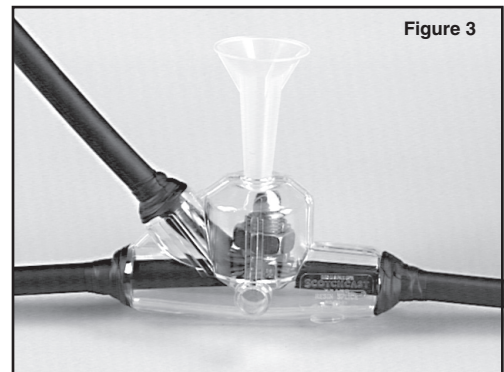

Figure 3
**Remarque :** La position recommandée pour verser est indiquée à la figure 3. Cette trousse permet cependant de verser de l'un ou l'autre des côtés au besoin. Couper la mince membrane de l'orifice supérieur selon la position désirée. Insérer le bec verseur et boucher l'orifice à l'aide du petit obturateur en matière plastique compris dans la trousse.